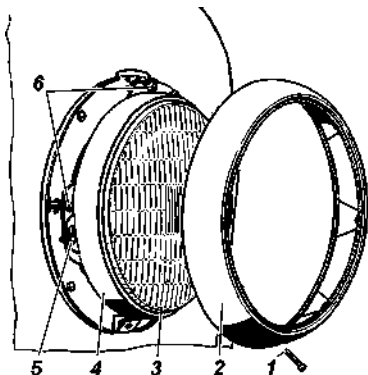
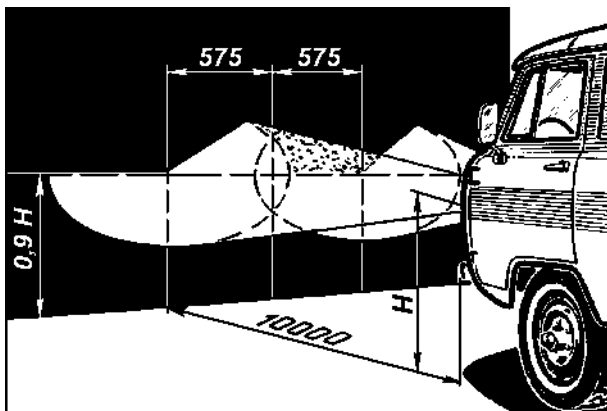

Рис. 9.38. Фара:
Рис. 9.39. Разметка экрана для регулировки фар:
Для замены лампы в фаре необходимо отвернуть винт 1 (рис. 9.38) и снять декоративный ободок 2. Ослабить три винта 5 и снять внутренний ободок 4 с оптическим элементом 3.
3. Включите ближний свет и, закрыв одну из фар, отрегулируйте другую винтами 6 (рис. 9.38) так, чтобы световое пятно на стене или экране было расположено, как показано на рис. 9.39. Регулировочные винты фар расположены симметрично центра фар в горизонтальной плоскости.